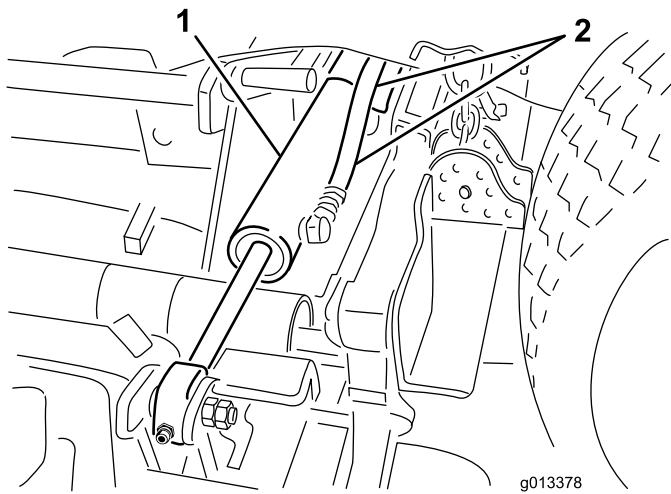

Bild 3
5. Schließen Sie die Hydraulikschläuche von den Hubzylindern des Seitmähwerks ab (Bild 3).